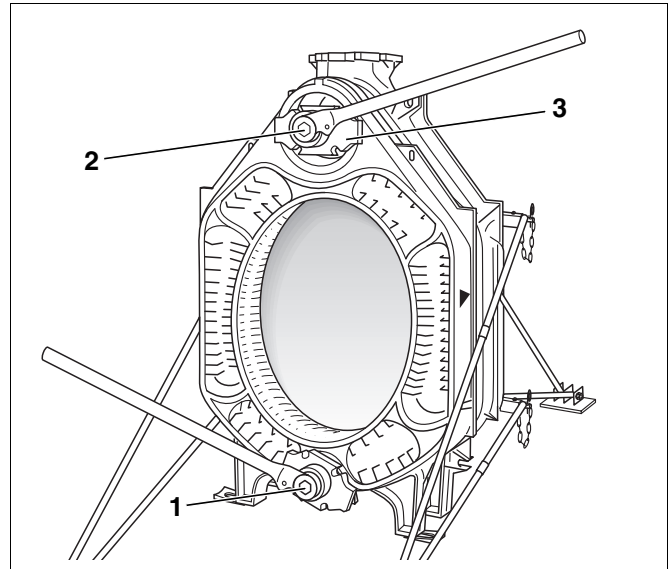

Abb. 19 Kesselpresswerkzeug verwenden
Kesselpresswerkzeug der Größe 2.2 oder 2.3 verwenden (Abb. 4 bzw. Abb. 5 und Abb. 19, **Pos. 1** und **2**).
- Druckflansche (Abb. 19, **Pos. 3**) mit Spannmutter auf die Zugstangen (Abb. 4, Seite 14 bzw. Abb. 5, Seite 14, **Pos. 4**) aufschieben.